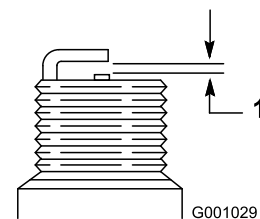

Bild 37
- Stellen Sie den Abstand der Elektroden an der neuen Zündkerze auf 0,76 mm ein, wie in Bild 37 abgebildet.